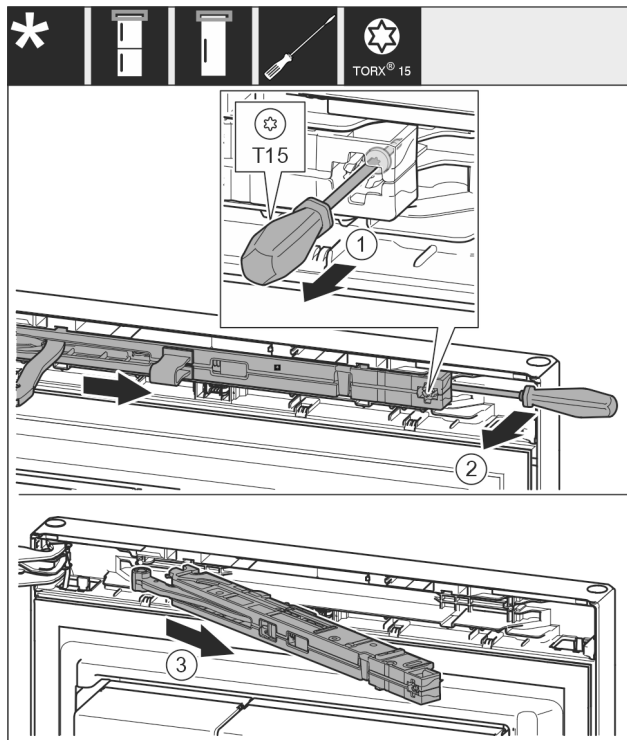

Fig. 8
- ▶ Vijak na blažilniku odvijte z izvijačem T15 za pribl. 14 mm. Fig. 8 (1)
- ▶ Na strani ročaja zatakните izvijač za enoto blažilnikov za zapiranje vrat in jo obrnite naprej. Fig. 8 (2)
- ▶ Izvlecite enoto blažilnikov za zapiranje vrat. Fig. 8 (3)